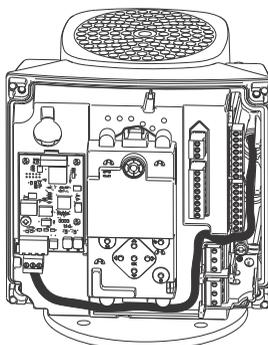

Abb. 64 Beispielhafte Kabelverlegung
8. Verlegen Sie die Kabel für das CIM-Modul. Siehe das Beispiel in Abb. 64.